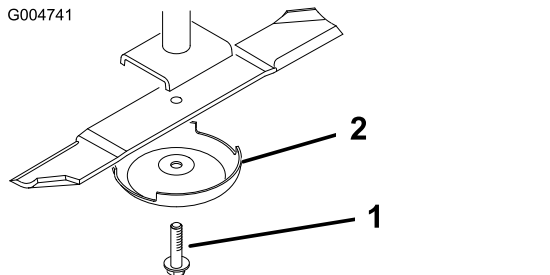

Рисунок 130
3. Снимите болт ножа, защитный колпак и нож с вала шпинделя (Рисунок 130).